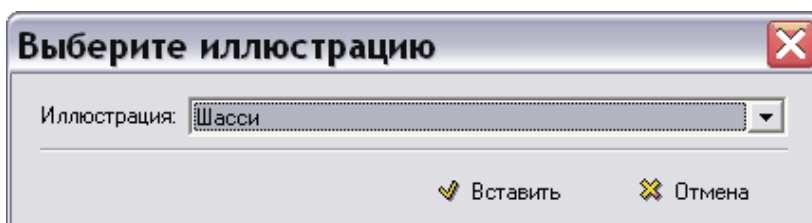

Рис. 5.241
3. В выпадающем меню **Ссылки и поля** выберите пункт **Распознать внутренние ссылки в иллюстрацию**. При этом появится окно **Выберите иллюстрацию** (Рис. 5.241).